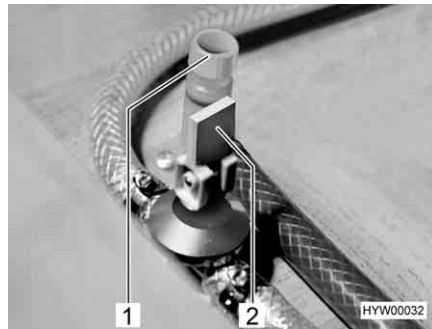

Fig. 173 Rubinetti di scarico
- Chiudere i rubinetti di scarico. Ruotare i coperchi (Fig. 173,1) in senso orario e posizionare la leva a bilanciere (Fig. 173,2) in posizione orizzontale.
- Aprire il rubinetto di scarico (Fig. 173). A questo scopo posizionare verticalmente la leva a bilanciere (Fig. 173,2).